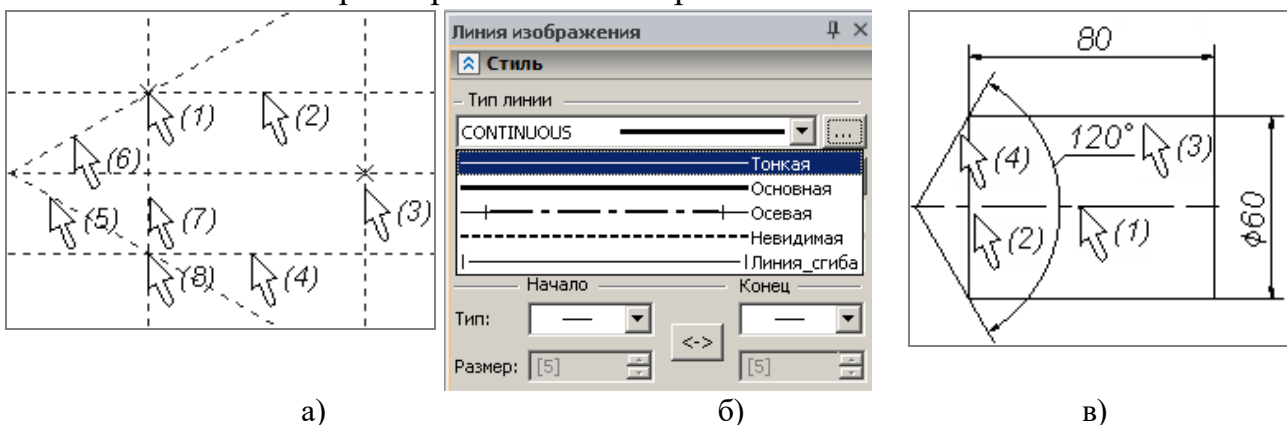

Рисунок 7 – Порядок создания линий изображения
Порядок построения: вызвать команду «**Изображение**». По умолчанию в команде установлен тип линии «Основная», эта информация отображена на системной панели (смотри рисунок 1). Далее выбрать узел, с которого начнется создание изображения (1) (рисунок 7а), затем подвести курсор мыши к линии построения, дождаться изменения изображения курсора мыши и цвета линии построения, нажать левую клавишу мыши. При этом линия изображения начинает двигаться по линии построения. После этого последовательно указывать курсором на линии построения (2)-(7), на которых необходимо расположить линии изображения. Для завершения команды нужно указать на узел, которым закончится линия изображения (8), и нажать правую клавишу мыши. Затем с помощью кнопки «» на системной панели установить тип линии «Осевая» (рисунок 7б) и вычертить ось (1) (рисунок 7в). Полученный чертеж имеет произвольные размеры, так как при построениях не задавались точные значения параметров линий построения.
2.1.8 Для изменения параметров чертежа до размеров, показанных на рисунке 7, в), выполните редактирование линий построения. Порядок построения: при пустом автоменю, подвести курсор мыши к редактируемой линии построения, дождаться когда линия построения подсветится, нажать левую клавишу мыши, задать в окне свойств линии построения необходимый параметр и нажать левую клавишу мыши или кнопку «Enter» на клавиатуре. Если в режиме редактирования в автоменю установить режим динамического пересчета модели «», то чертеж в процессе редактирования будет динамически изменяться. Для вертикальной прямой (2) (рисунок 7в) значение расстояния равно 80 мм, для горизонтальной (3) – 30 мм, для наклонной прямой (4) значение угла наклона – 60°. Полученный файл сохранить с именем «рис_1», при этом размеры на чертеже не проставлять.